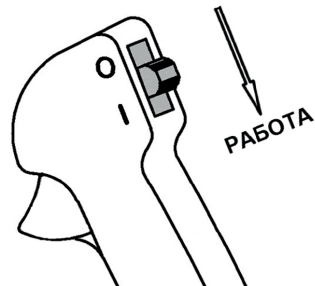

Рис. 12 Выключатель зажигания в положении «I»
5. Выключатель зажигания установите в положение «I» (Рис.12).